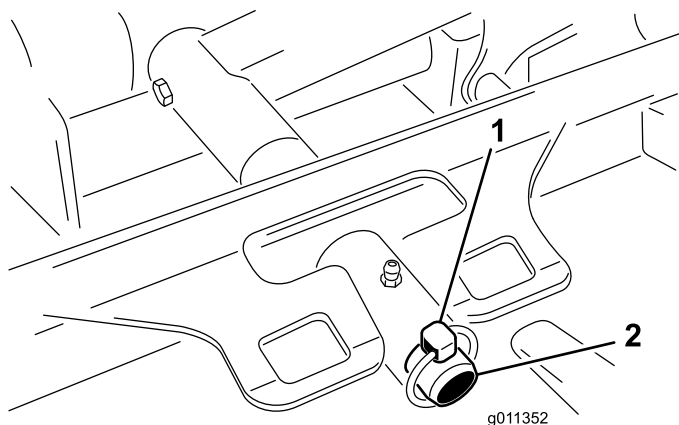

Figura 120
3. Retire o pino de sujeição (para máquinas Groundsmaster 4500) ou porca de bloqueio (para máquinas Groundsmater 4700) que fixa a estrutura de suporte da unidade de corte ao pino da articulação do braço de elevação (Figura 120).
2. Deslize a estrutura de suporte da unidade de corte até que esta fique sobre o pino da articulação do braço de elevação (Figura 120). Prenda a unidade de corte ao pino com o pino de sujeição (para máquinas Groundsmaster 4500) ou a porca de retenção (para máquinas Groundsmaster 4700).